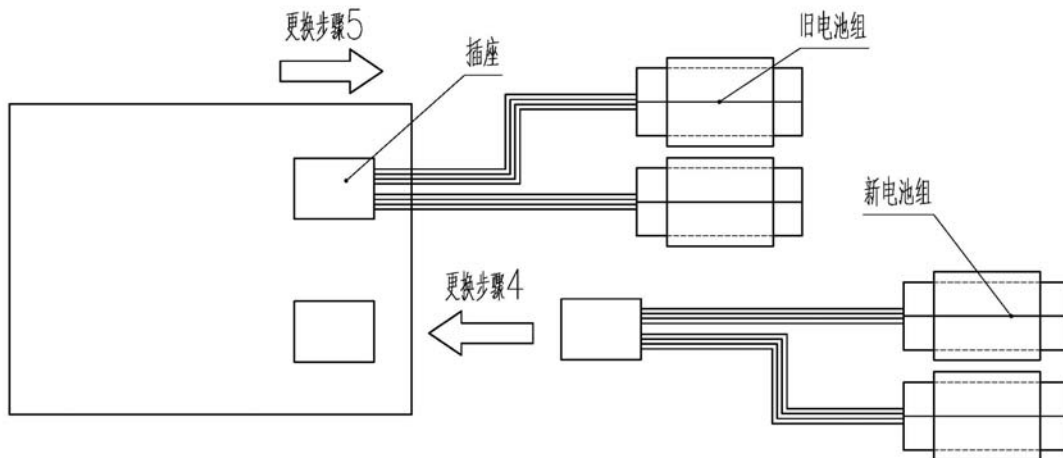

图 18 电池组连接
- ① 关闭控制器主电源；
- ② 拆下电池盒，拉出旧电池组，以便更换；
- ③ 把旧电池组从电池盒中取出，注意不要拔下旧电池组插头；
- ④ 把新电池组插在电池盒内空闲的插座上（参考图 18）；
- ⑤ 拔下旧电池组；